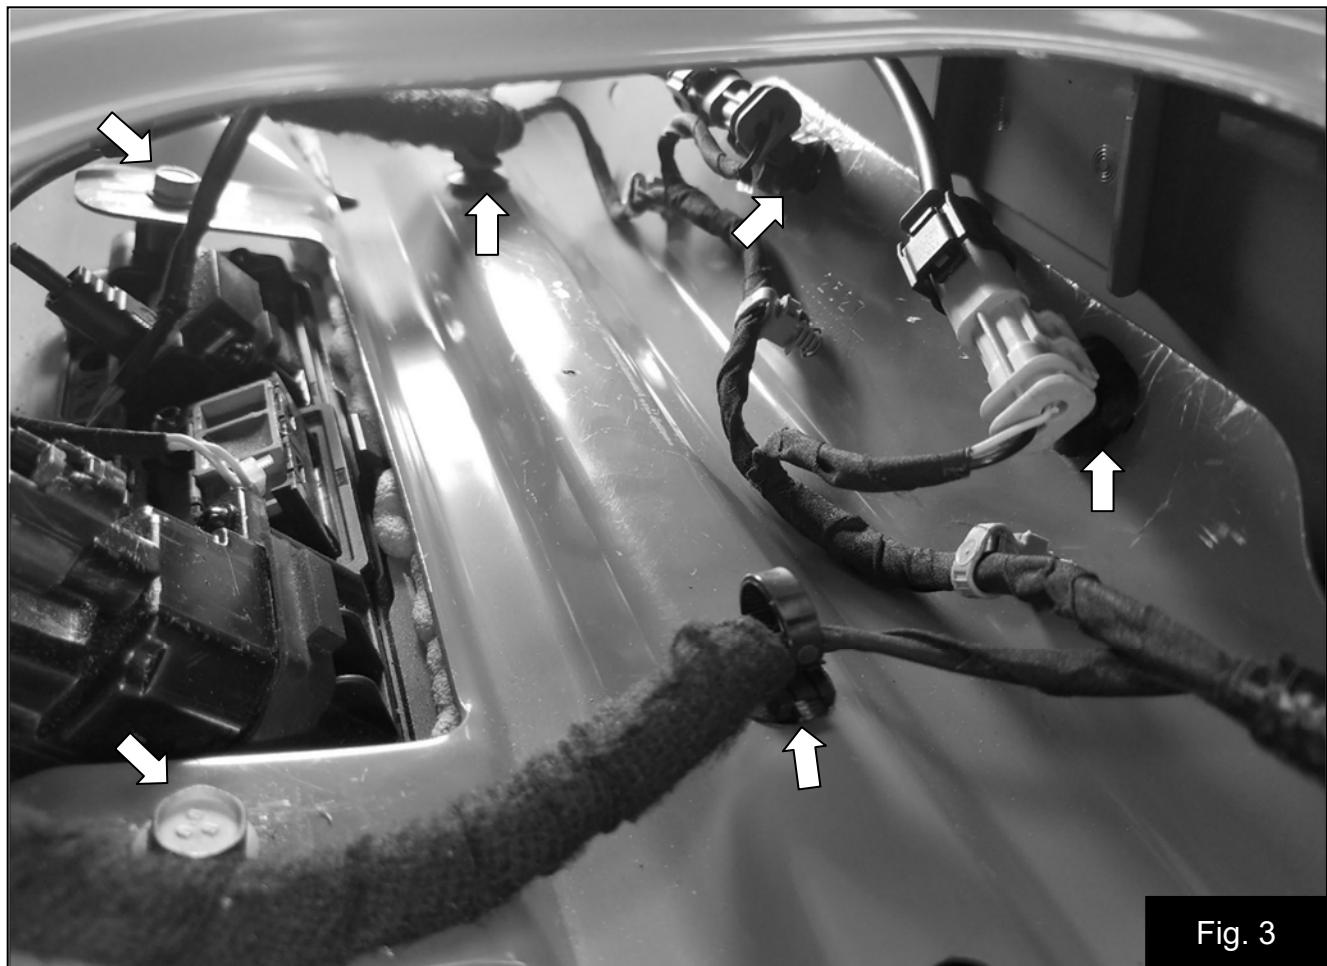

Fig. 3
- Desserrez les deux boulons de fixation de la poignée du hayon. Fig. 3
- Retirez les attaches de câbles indiquées. Fig. 3